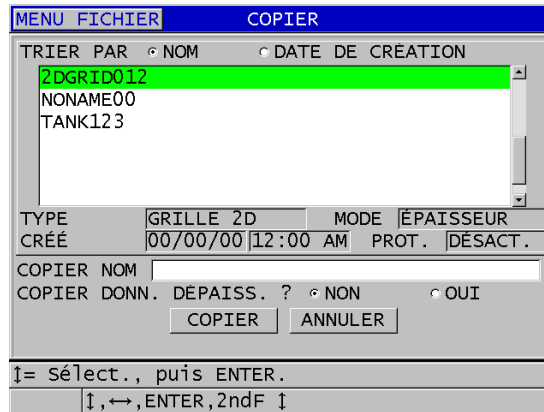

Figure 11-17 Copie d'un fichier
3. Dans l'écran **COPIER**, faites ce qui suit (voir la Figure 11-17 à la page 210) :